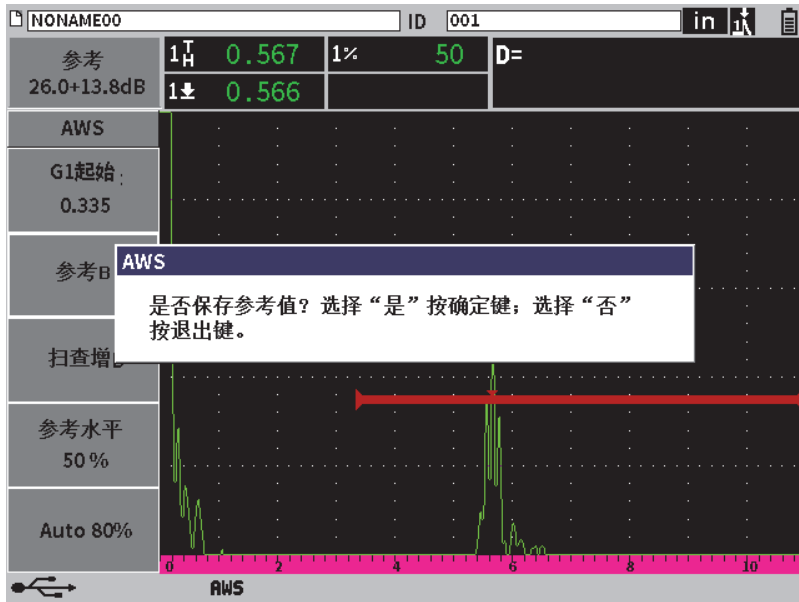

图 11-26 AWS的参考B值对话框
9. 按制表键，加亮显示**参考B**，然后按确定键，设置一个启动AWS检测的**参考B**的值（参见第195页的图 11-26）。